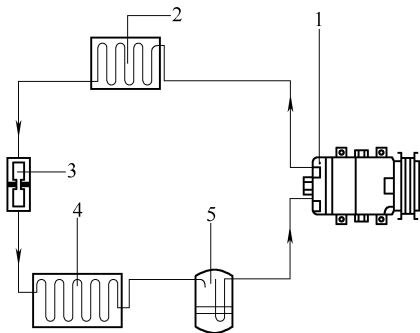

图 11-1-7 制冷循环回路 02
2) 带节流管和集液器的制冷剂循环回路, 如图 11-1-7 所示。